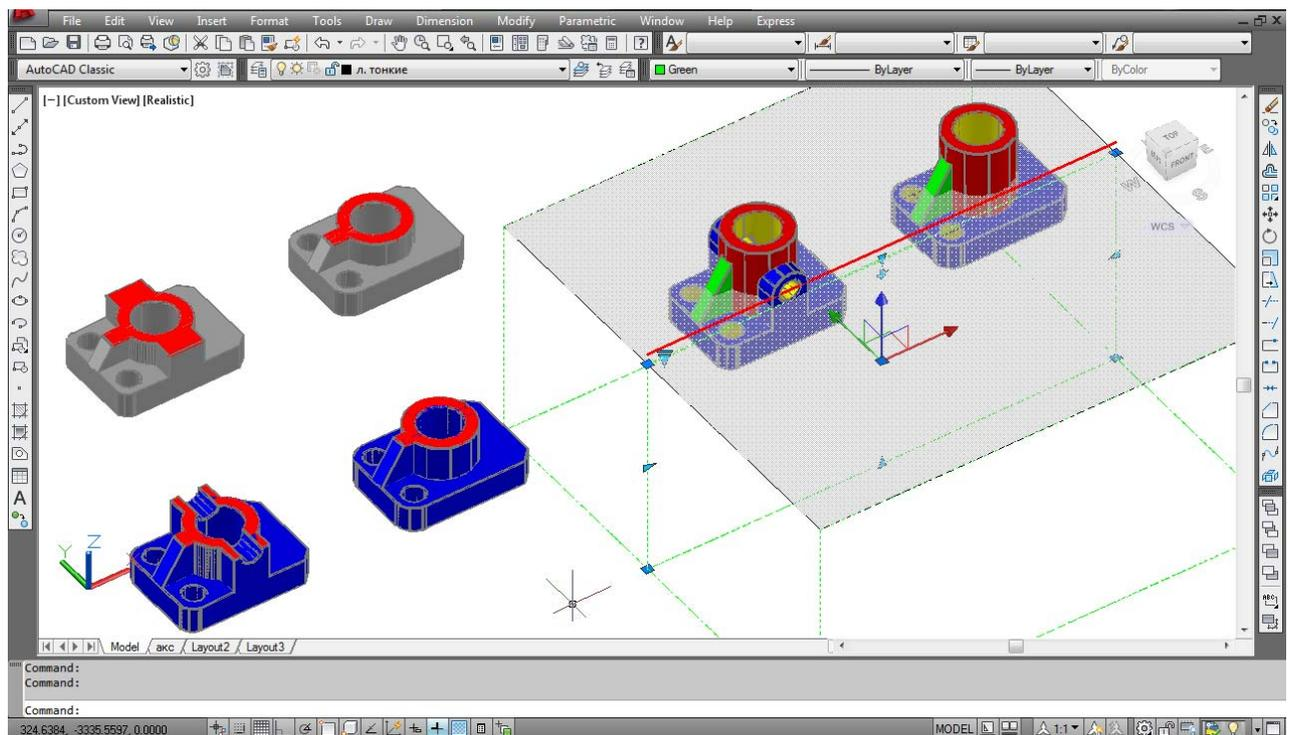

Рис. 7.14. Создание 3D-блока сечения функцией объем-сечение
**12. Создание 3D-блока сечения функцией объем-сечение.** Скопировать модели № 5 и № 6 на поле чертежа аналогично пункту 10 вместе с построенной горизонтальной секущей плоскостью. Активизировать стрелку-меню левой клавишей «мыши» и задать сечение в виде 3D-ящика. Ручками объема-сечения отрегулировать длину, ширину и высоту режущей области. Изменить настройки меню «живого сечения» Live Section Settings. Включить функцию создания 3D-блока сечения, ответить на подсказки команды (рис. 7.14).